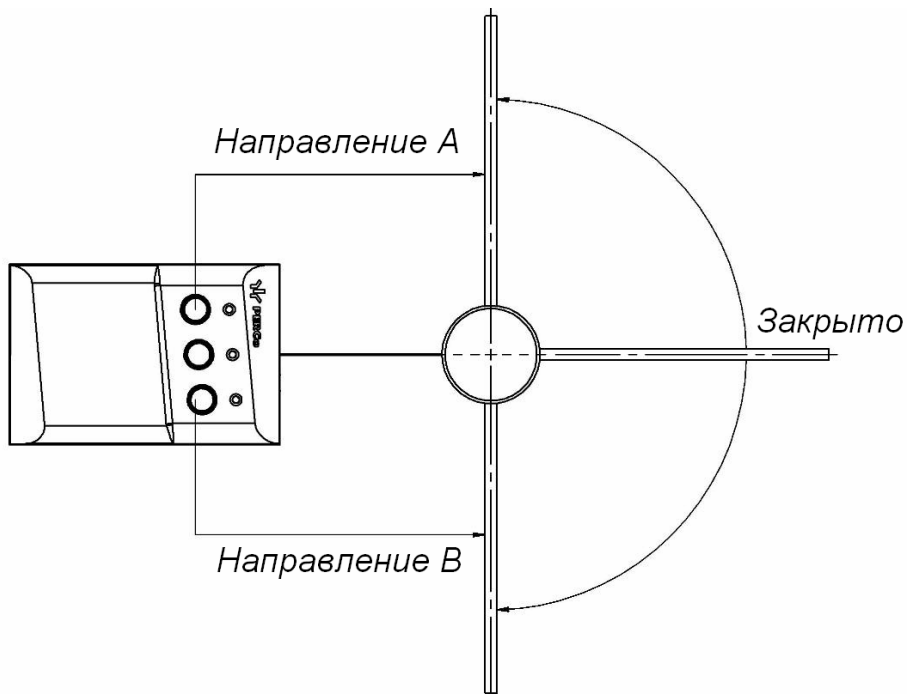

Рисунок 5. Стандартная ориентация ПДУ относительно направления раскрытия створки калитки
- **FireAlarmDir** – разъем предназначен для выбора направления открытия калитки при подаче сигнала аварийной разблокировки *Fire Alarm*. При установленной переключателе створка открывается в направлении А (см. рис. 5), при снятой в направлении В. При поставке переключатель установлен.
Стандартная ориентация ПДУ относительно направления раскрытия створки калитки показана на рис. 5. При необходимости ориентация ПДУ может быть изменена, для этого в схему подключения ПДУ, указанную на рис. 11, необходимо внести изменения в подключении проводов кабеля ПДУ к контактам клеммной колодки **XТ2** в соответствии с табл. 2.